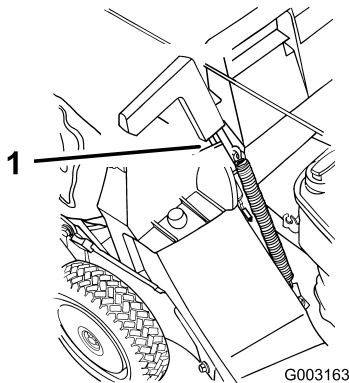

Figura 21
5. Tire hacia adelante del tirador de la puerta de descarga hasta que la clavija salga del cierre, y mueva el tirador hacia atrás hasta que la clavija se bloquee en la muesca de la bolsa (Figura 21).